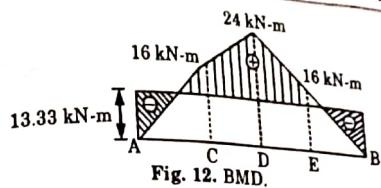

Fig. 12. BMD.
4. BMD : The BM diagram is shown in Fig. 12.